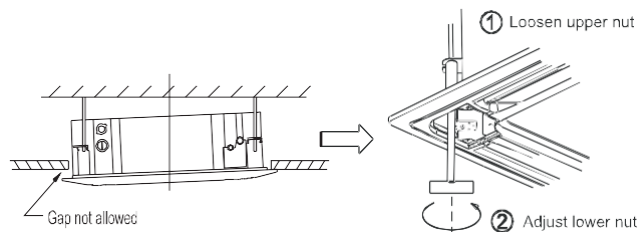

Fig. 1-13
- Falls der Spalt zwischen Paneel und Decke nach dem Anziehen der Schrauben weiterhin besteht, sollte die Höhenposition der Inneneinheit nochmal verändert werden. (siehe Abb.1-13-links)
- Die Höhe der Inneneinheit können Sie durch die Öffnungen an den vier Ecken des Paneels anpassen, sofern das Anheben der Inneneinheit die Ablaufleitung nicht beeinträchtigt (siehe Abb.1-13-rechts).